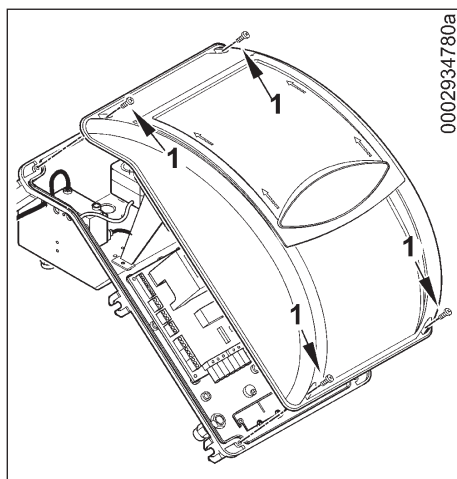

Рис. 1
- 1) Снимите крышку, открутив 4 винта (1), как на рис. 1, при этом не убирайте прозрачное окошко. Доступ к электрическому щиту горелки получен.